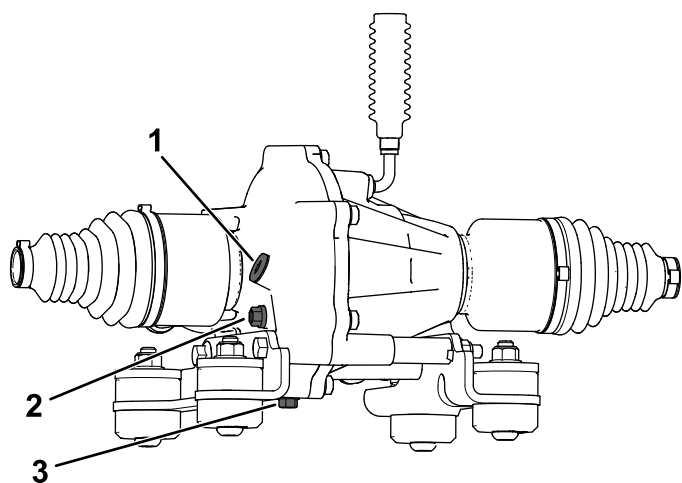

Figure 85
4. Retirez le bouchon de contrôle sur le différentiel avant (Figure 85).
5. Si le niveau d'huile est trop bas, vous devez ajouter l'huile spécifiée par l'ouverture du bouchon de contrôle (Figure 85).
4. Placez un bac de vidange sous le bouchon de vidange (Figure 85).
5. Retirez le bouchon de remplissage (Figure 85).
6. Enlevez le bouchon de vidange pour permettre à toute l'huile de s'écouler (Figure 85).